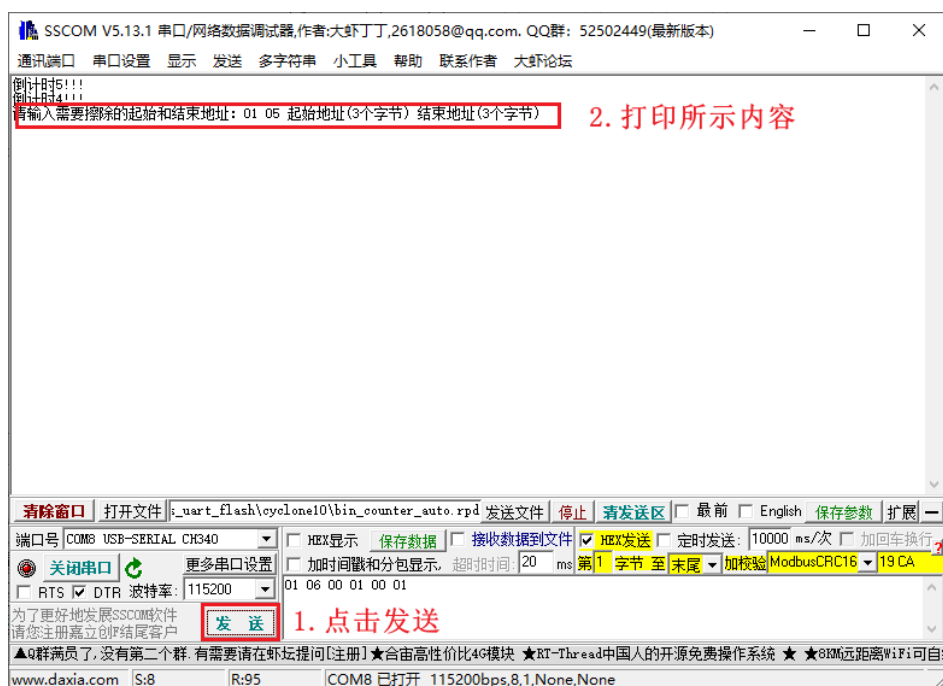

图 1-21 发送擦除指令
4. 然后重新给开发板上电，在前 5S 内，点击发送，将擦除指令发出，可以看到串口打印如下图 1-21 内容。